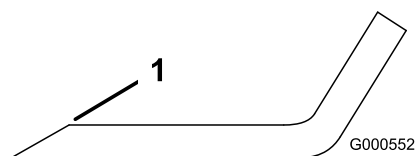

Figura 79
1. Affilate i taglienti da entrambe le estremità della lama con una lima (Figura 79).
Nota: Se la lama non è bilanciata, limate del metallo soltanto dalla costa (Figura 79).